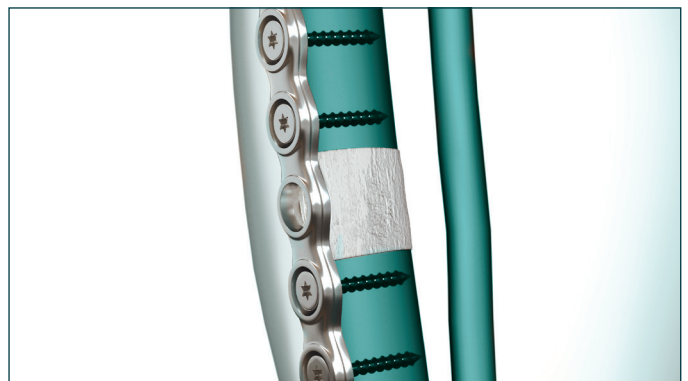

Fig. 6
5. Voltooi het plaatsen van de schroeven volgens de preoperatieve planning (Afb. 6).